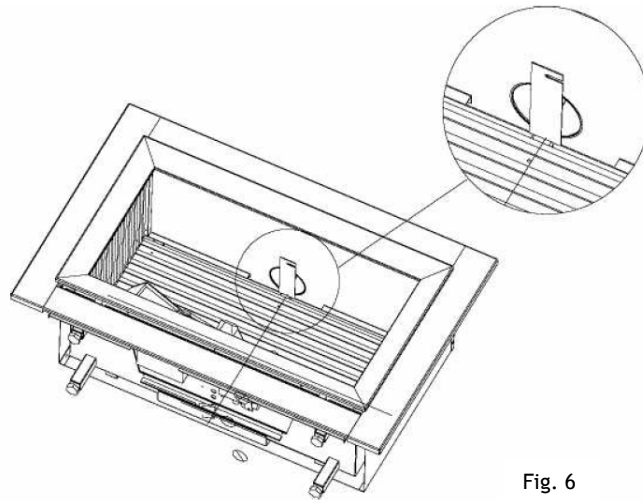

Fig. 6
- 5) Plaats de juiste stuw in de verbrandingskamer (zie fig. 6). Voor de berekening hiervan zie hoofdstuk 4.